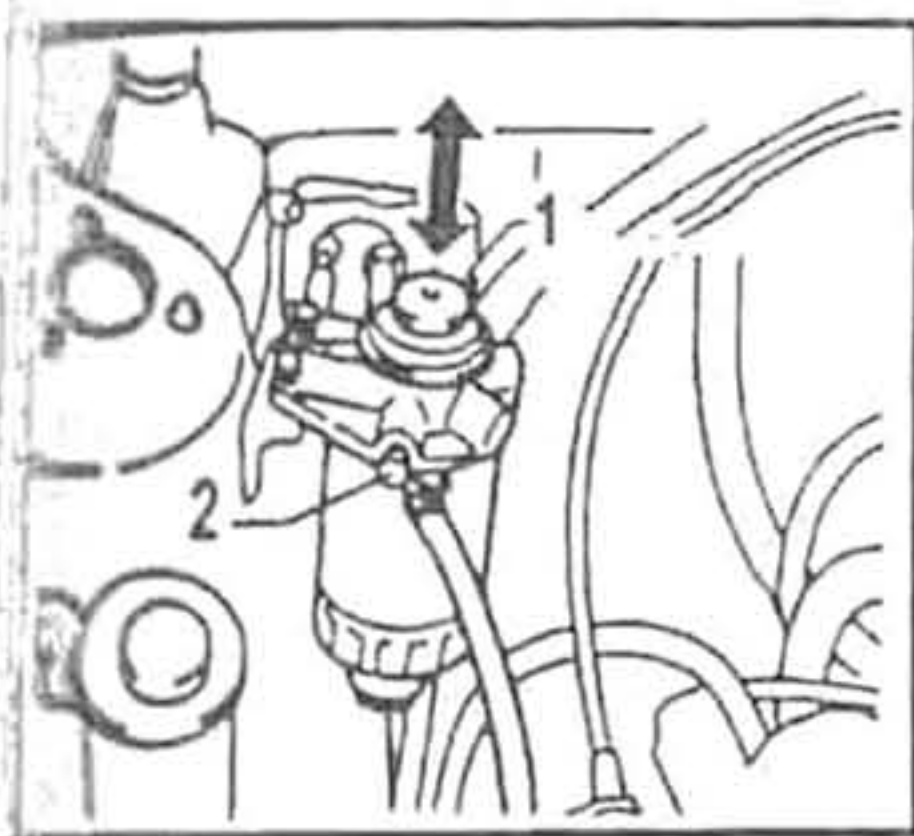

Рис. 344. 1. Насос ручной подкачки. 2. Трубка сброса воздуха.
После слива воды обязательно прокачайте систему для удаления из нее воздуха. Для этого отверните пробку сброса воздуха (2) на крышке фильтра, выверните ручку ручной подкачки (1) и прокачайте систему до выхода из отверстия эвакуации воздуха чистого топлива без пузырьков воздуха (рис. 344).